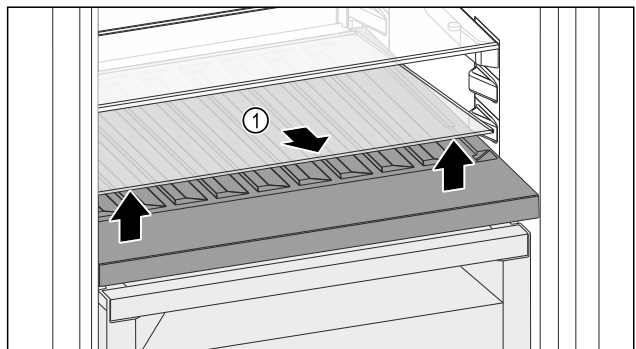

Fig. 123
- Повдигнете стъклената плоча Fig. 123 (1) при прорежа отпред и извадете.
- Съхранявайте стъклената плоча Fig. 123 (1) на сигурно място извън уреда.